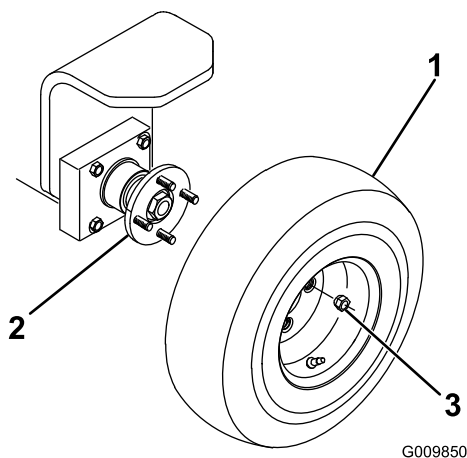

図 2
1. 後ホイール・ハブにホイール・アセンブリを取り付ける (図 2)。
2. ラグ・ナットを取り付けて (図 2)、61~88 N.m (6.2 ~ 9.0 kg.m) にトルク締めする。